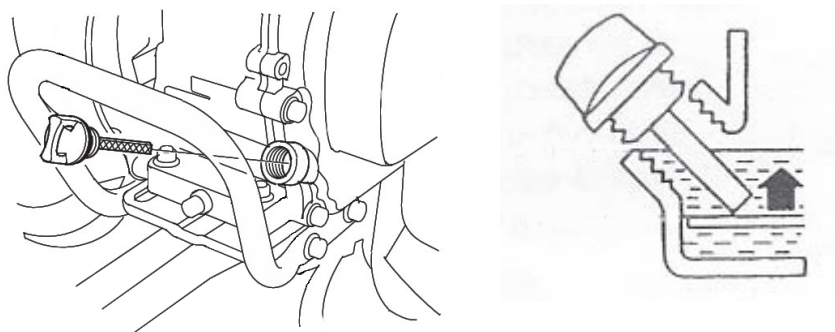

рис.5
Выкрутите пробку-щуп (рис.5) из маслозаливной горловины и залейте в картер масло необходимой марки до нижнего края горловины, как показано на рис.5. Вставьте сухой чистый щуп в горловину картера и выньте его. Проверьте уровень масла: граница смоченной области щупа должна располагаться между отметками минимального и максимального уровней.
- на прогретом до рабочей температуры двигателе выкрутите пробку для слива масла (рис.5 поз.1) в нижней части картера, разместив вспомогательную ёмкость под сливным от-
- залейте масло в горловину, выкрутив пробку-щуп (рис.5) до нижнего края заливного отверстия.